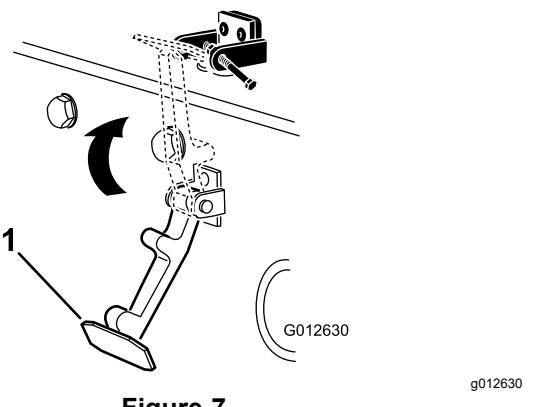

Figure 7
6. Accrochez le verrou sur son support (Figure 7).